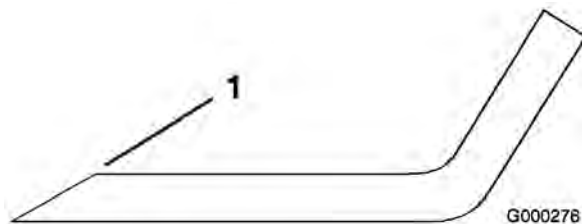

Figura 58
- Utilice una lima para afilar el filo de corte en ambos extremos de la cuchilla (Figura 58). Mantenga el ángulo original. La cuchilla permanece equilibrada si se retira la misma cantidad de material de ambos bordes de corte.